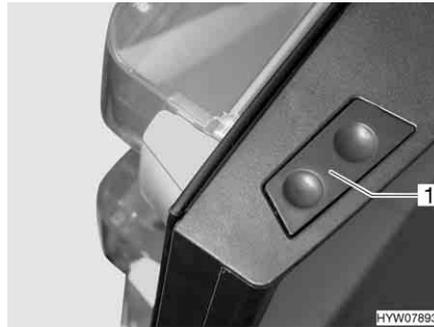

Bild 158 Entriegelungstaste (Kühlschranktür, Dometic 8er-Reihe)
- Die Entriegelungstaste (Bild 158,1) drücken und die Kühlschranktür öffnen.